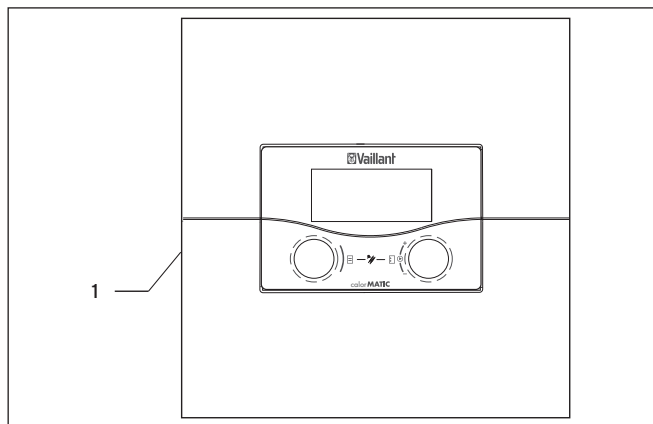

Fig. 10.1 Mise en marche et à l'arrêt du régulateur
- Appuyez sur l'interrupteur à bascule (1) en position **O**, pour mettre le régulateur hors service (→ fig. 10.1).